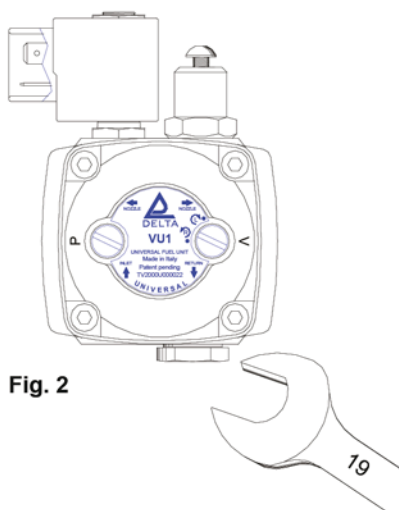

Fig. 2
- b) Setzen Sie einen 1/4" Stopfen in den Rücklaufanschluß ein (Bild 2).